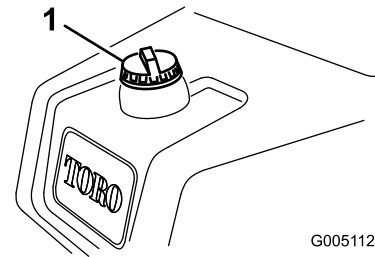

Bild 21
1. Reinigen Sie den Bereich um den Tankdeckel und nehmen Sie den Deckel ab (**Bild 21**).